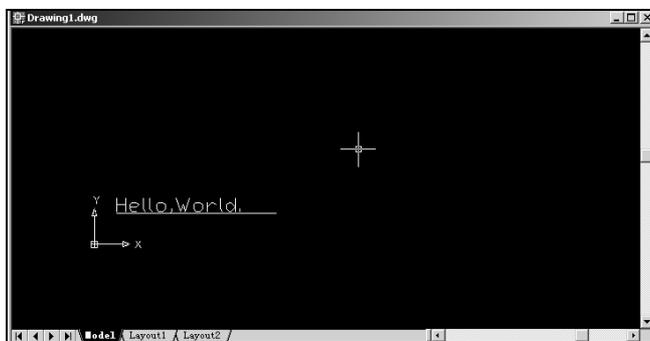

图 19-16 简单示例运行后在模型空间的结果
这里举一个简单的例子，图 19-16 所示是该例子运行后的结果。
(7) 完毕后, 就可运行了。执行 Run→Run Sub→UserForm 命令(或直接按 F5 键, 或单击标准工具条栏的  按钮)。
(8) 单击 VBA 编辑器右上角的“最小化”按钮, 就会看到在 AutoCAD 屏幕上出现了一行 Hello,World. 及一条下划线, 情形正如图 19-16 所示的那样。
(9) 现在用户可以将代码保存起来。选择 File/Save Global 选项, 在弹出的 Save as... 对话框的文件名文本框项中, 输入一个文件名 MyProject1, 然后单击 Save 按钮。此时保存的文件就是 VBA 的工程文件, 默认扩展名为 .dwb。